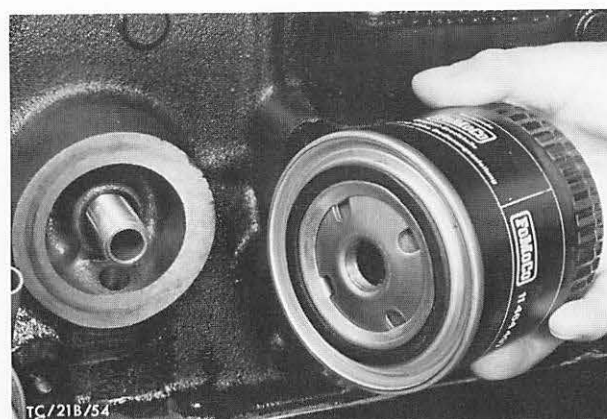

Abb. 115 Ölfilterpatrone aufschrauben
51. Ölfilterpatrone aufschrauben, bis die Gumdichtung mit dem Gehäuse Kontakt hat, dann noch 3/4-Umdrehung festziehen, Abb. 115. Gumdichtung vor der Montage mit Motoröl benetzen.